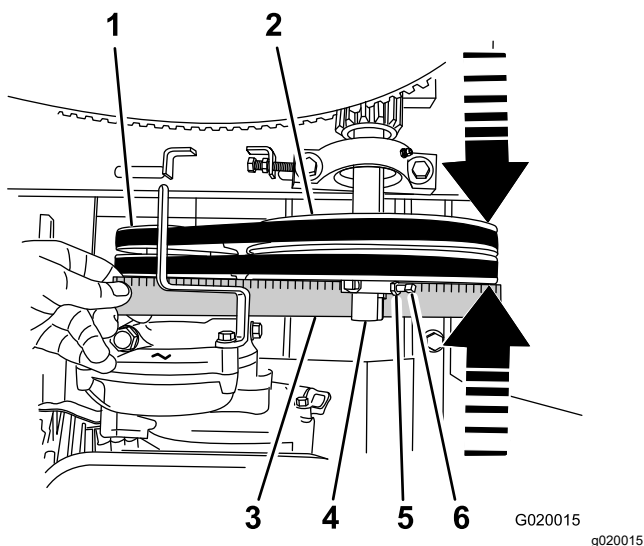

Figure 70
5. Placez une règle droite en travers de la face de la poulie de moteur et la poulie de tension (Figure 70).
- B. Desserrez les contre-écrous et les vis de maintien qui fixent la poulie de tension à l'arbre de renvoi (Figure 70).
- C. Avec une massette, tapez la poulie de tension vers l'avant ou l'arrière le long de l'arbre de renvoi jusqu'à ce que la poulie de moteur et la poulie de tension soient alignées sur la règle droite (Figure 70).
- D. Resserrez les contre-écrous et les vis qui fixent la poulie de tension à l'arbre de renvoi (Figure 70).